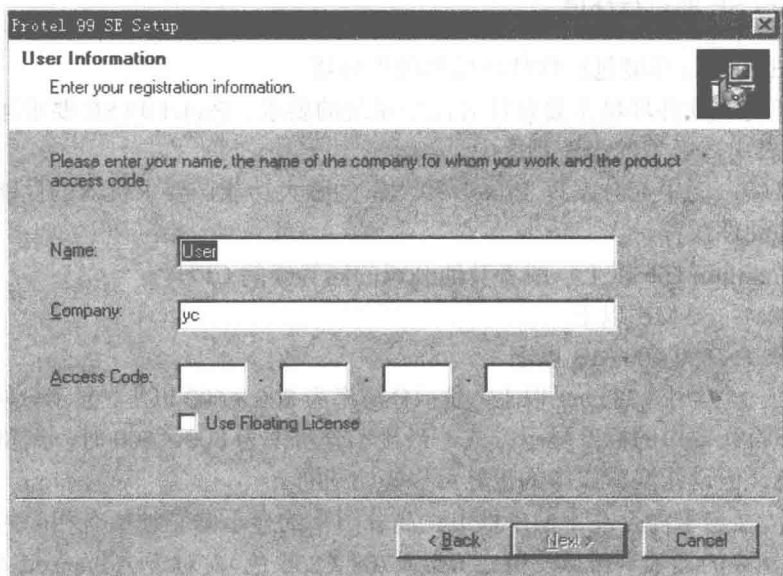

图 1.2 第二个 Protel 99 SE Setup 对话框
(2) 单击“Next”按钮，将显示第二个 Protel 99 SE Setup 对话框，如图 1.2 所示。在该对话框中的“Name”文本框中输入用户名；在“Company”文本框中输入单位名称；在“Access Code”文本框中输入协议代码。